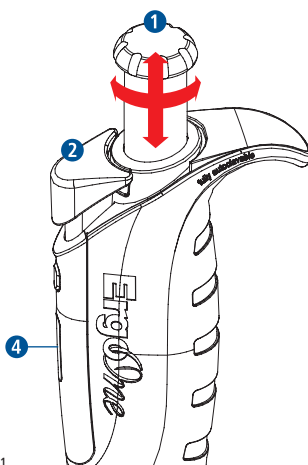

Fig. 1
Suelte el bloqueo del ajuste del volumen tirando del botón de control ❶; sonará un clic (Fig. 1). Girando el botón de control en el sentido de las agujas del reloj, se reduce el volumen de aspiración y aumenta cuando se gira en sentido inverso a las agujas del reloj. El volumen ajustado se muestra en el indicador de volumen de cuatro dígitos ❷ en la perspectiva de arriba a abajo; la línea blanca indica el punto decimal. Tras finalizar el ajuste del volumen, se bloquea el botón de control ejerciendo presión hacia abajo; de nuevo sonará un clic. La pipeta ya está lista para funcionar.